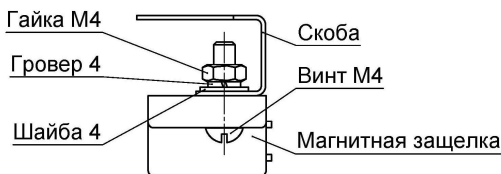
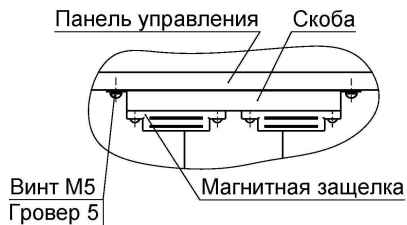

Рис. 6
Рис. 7
10.2.4. Прикрутите винтами М4 и гайками М4 на планку магнитные защелки (поставляются в комплекте дверей) (см. Рис. 6) и установите ее под панелью управления, зафиксировав винтами М5 (см. Рис. 7).